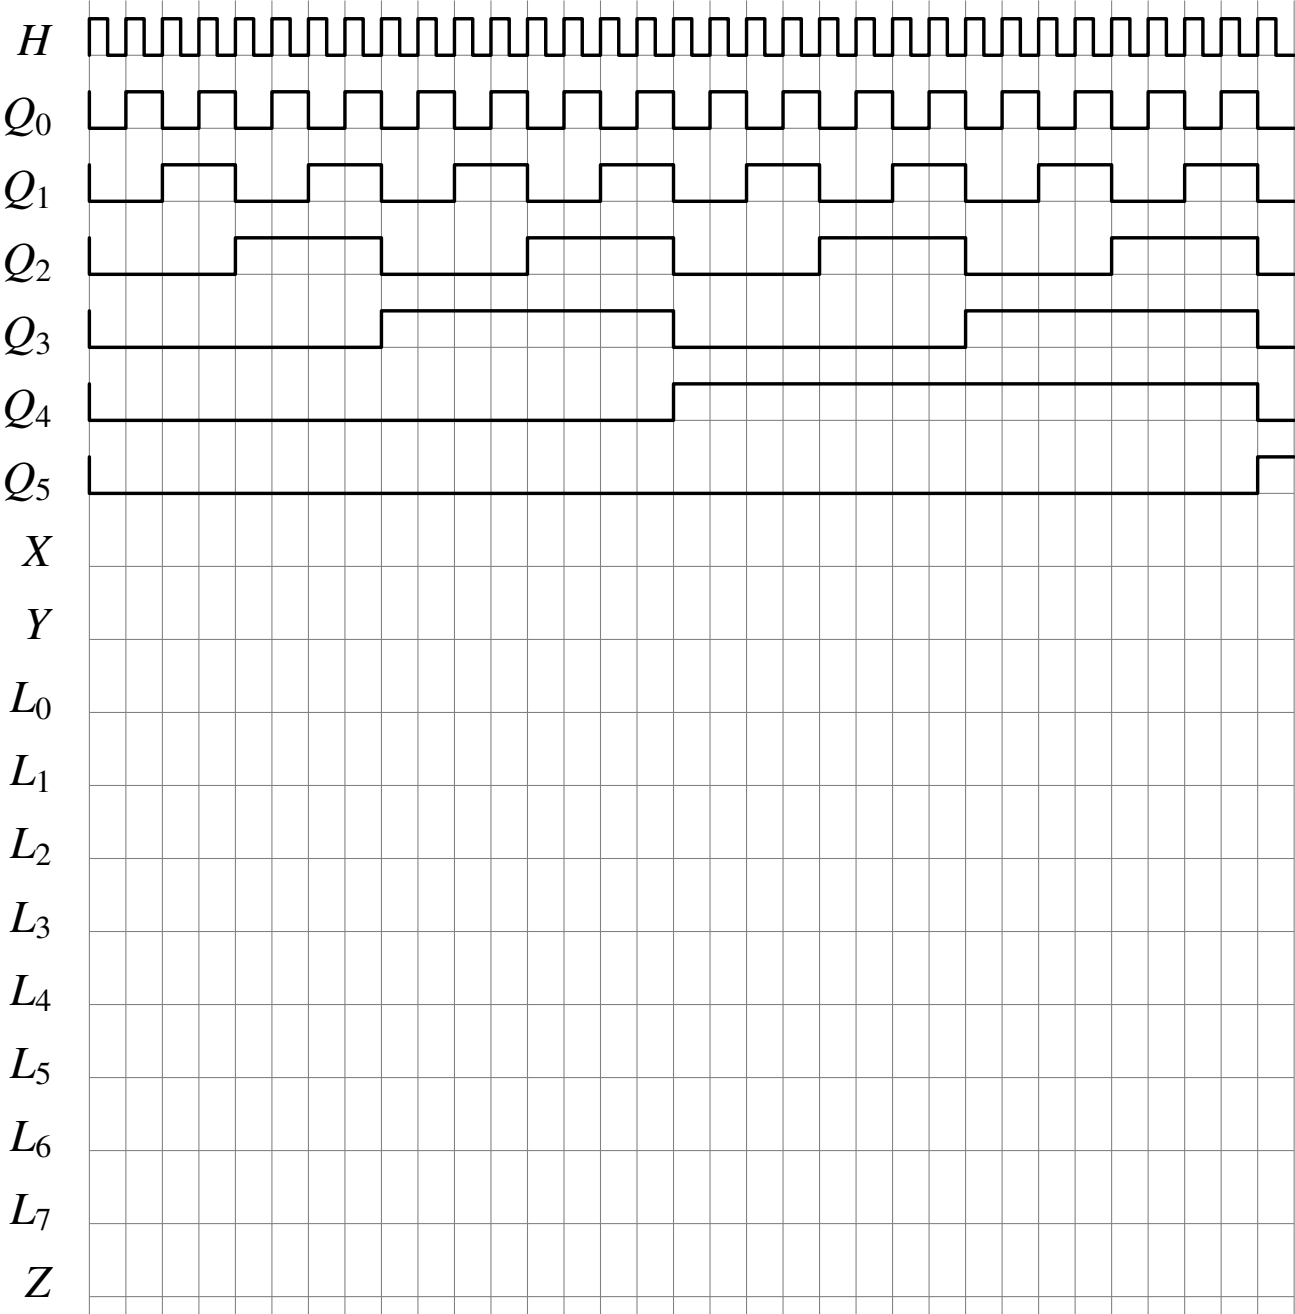

FIGURE 4 – Chronogramme du circuit dynamique
4) Complétez le chronogramme de la figure 4. (question à 4 points)